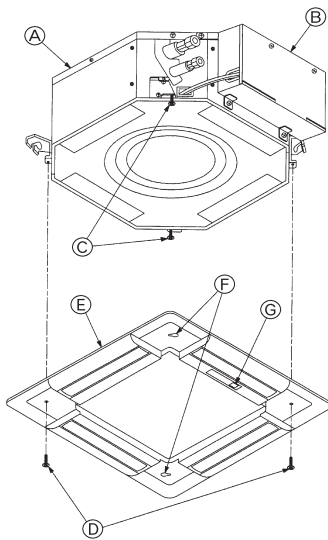

Fig. 8-6
8.3.2. Instalación temporal de la rejilla (Fig. 8-6)